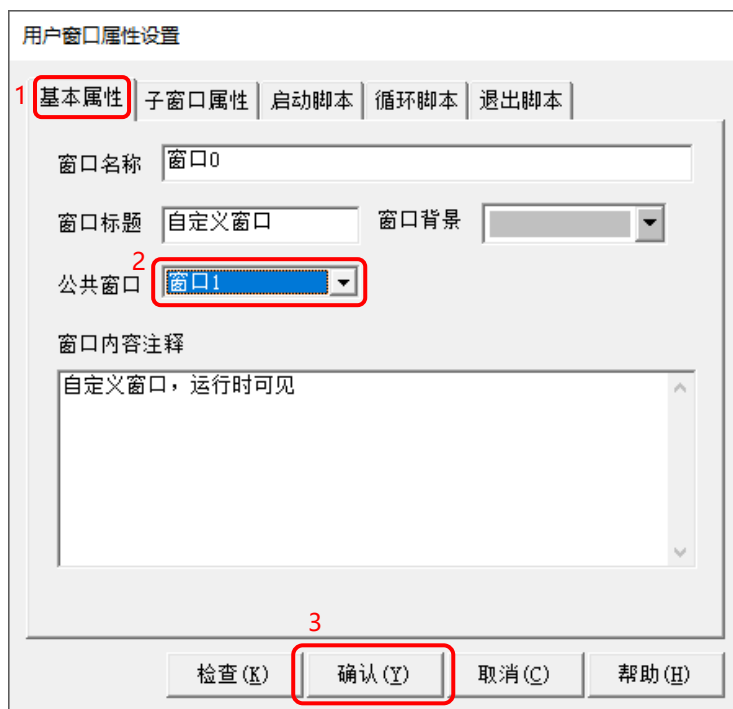
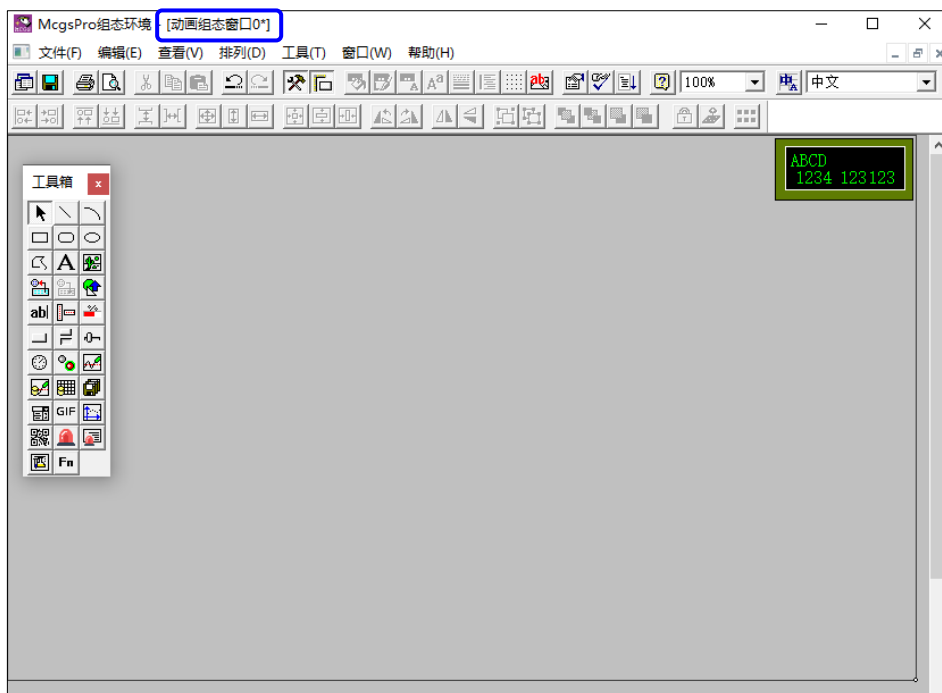

图 2.4-3
图 2.4-4 窗口 0 画面展示
- ④ 如图 2.4-3 所示，在窗口属性设置界面依次执行操作：【基本属性】→【公共窗口】→ 选择“窗口 1”→【确认】。将“窗口 1”设置成“窗口 0”的公共窗口模板。
- ⑤ 完成图 2.4-3 所示操作后，“窗口 0”显示如图 2.4-4 所示。可以看到在宿主窗口“窗口 0”的右上角，显示了指定的公共窗口“窗口 1”中组态的时钟显示构件。